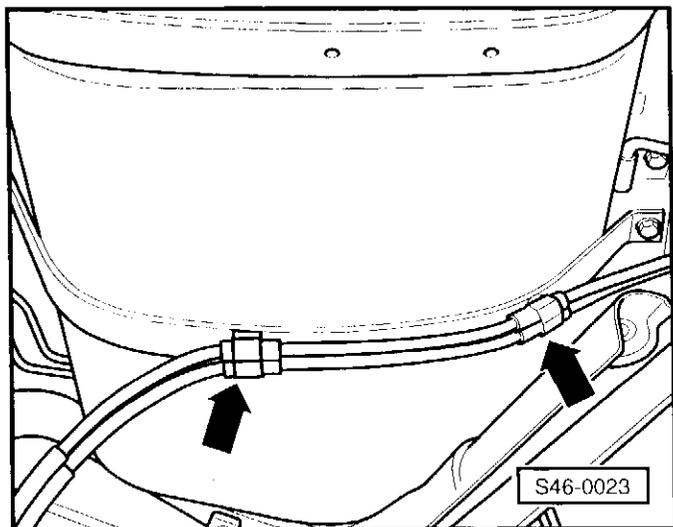

Рис. 4 Место установки (см. стрелки) на держателе топливного бака
- ◆ места установки на топливном баке ⇒ рис. 4